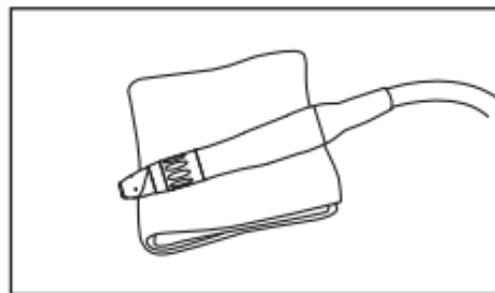

Fig. 11
- ④ Essuyez l'extérieur de la pièce à main à l'aide d'un tissu humecté de désinfectant ou d'éthanol à une concentration de 60 à 90 %. (Fig. 11)